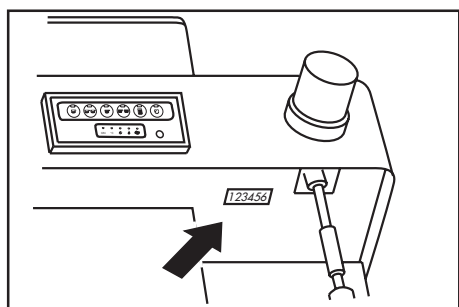

Fig. 14
- **Entretien:** il est conseillé de faire contrôler périodiquement la machine à un de nos S.A.V. autorisé qui veillera à effectuer toutes les opérations d'entretien et d'assistance préventive qui vous garantiront toujours les meilleurs résultats durant l'utilisation de votre machine. Pour la fréquence des interventions, respecter les indications du certificat de garantie ou ce qui a été convenu au moment de l'achat. Vérifier le nombre de cycles effectués au moyen du compteur placé sous le plan supérieur de la machine (fig. 14).